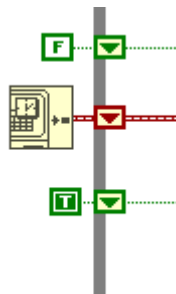
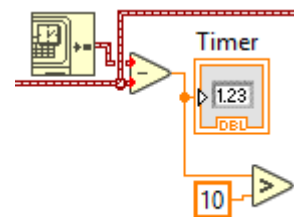

Рисунок 1-19 Отслеживание данных между итерациями
Рисунок 1-20 Таймер
- Записывает ли уже функция Write To Measurement данные в файл, открытый на одной из предыдущих итераций. Это делается при помощи сдвигового регистра, инициализированного значением False снаружи цикла While (рисунок 1-19). *Сдвиговые регистры – эффективный способ передачи данных между итерациями цикла. Для получения дополнительной информации о сдвиговых регистрах посмотрите короткое видео на сайте National Instruments:*
- Полное время записи в файл. Как только время превысит 10 секунд, файл сохраняется и закрывается, и цикл переходит к следующей итерации. Для отслеживания времени используется другой сдвиговый регистр, который инициализируется временем начала выполнения цикла While (рисунок 1-19). Значение этого сдвигового регистра остается неизменным в каждой итерации цикла, пока не будет создан новый файл. Тогда в сдвиговый регистр записывается время создания этого файла. Затем в каждой итерации вызывается функция Get Time, и сохраненное в сдвиговом регистре время вычитается из текущего времени. Это позволит получить длительность интервала времени, в течение которого VI записывает в один и тот же файл (рисунок 1-20).